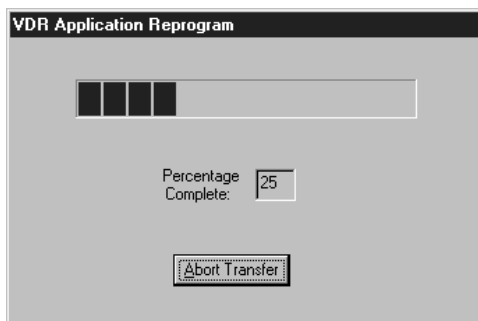

Figure 2.14 : boîte d'état de téléchargement
- d Cliquez sur le bouton **OK** pour accepter toutes les variables et pour entreprendre le téléchargement de l'outil de VDR; ainsi, vous déclencherez l'affichage d'une boîte d'état de téléchargement (Figure 2.14).